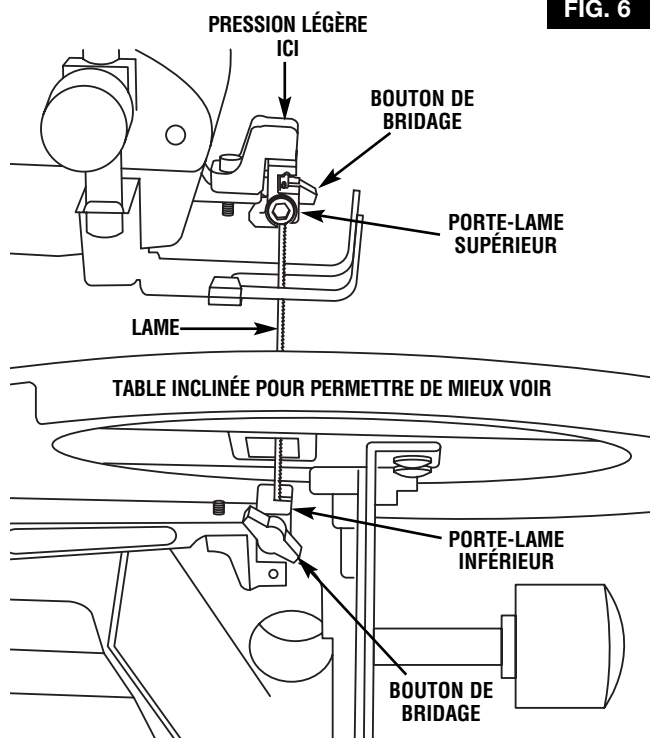

FIG. 6
- REMARQUE : Pour éviter un soulèvement incontrôlable de la pièce à chantourner lors du découpage, vous devez toujours orienter vers le bas les dents de la lame utilisée dans la scie à chantourner (fig. 6).
3. Pour monter la lame, passez une de ses extrémités par le trou d'accès de la table et centrez-la dans la fente prévue à cet effet dans les porte-lames supérieur et inférieur. Pour fixer la lame, serrez fermement les boutons de bridage situés sur les porte-lames supérieur et inférieur. On peut utiliser, si on le souhaite, la clé Allen fournie pour fixer plus solidement la lame dans les porte-lames supérieur et inférieur (fig. 6).